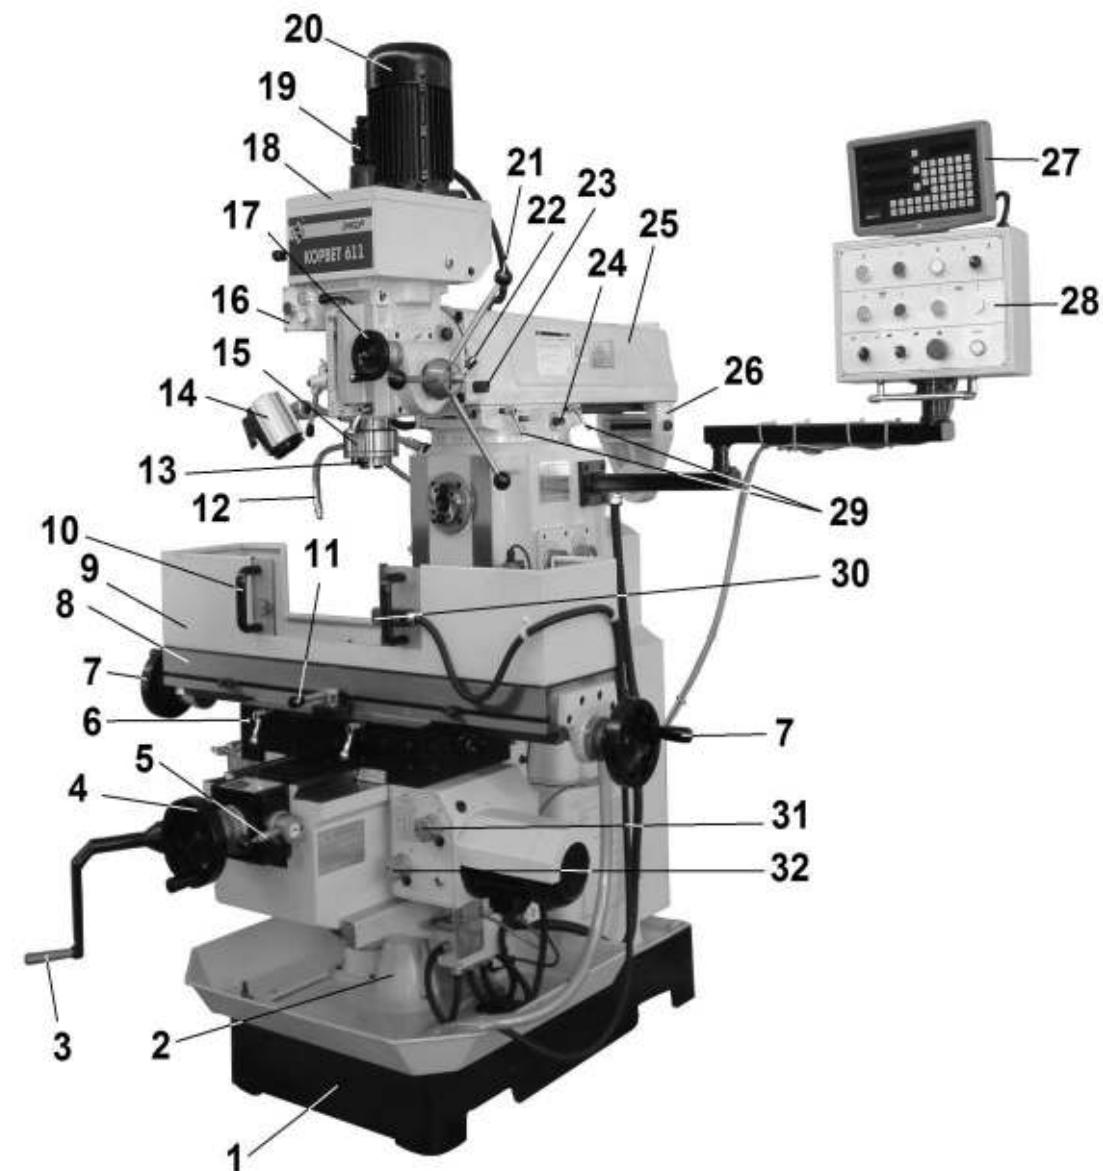

Рис. 3
7.1. Станок состоит из следующих сборочных единиц и деталей (Рис. 3, 4)
## 8.1. Сборка (Рис. 3, 5 - 8)